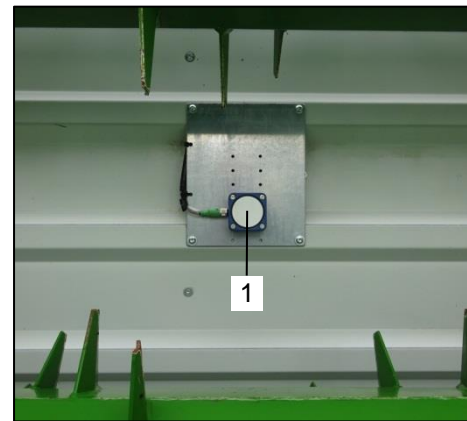

Bild 102: Laderaum Sensor hinten
Mit Hilfe der Befüllautomatik wird der Transportboden automatisch bei Erreichen einer definierten Materialhöhe im Laderaum betätigt. Hierbei wird die Bewegung der Befüllhaube (Bild 102 / Pos.1) durch einen Sensor (Bild 102 / Pos.2) registriert.
Der Sensor (Bild 102 / Pos.2) an der Stirnwall (Bild 102 / Pos.1) wird bei Ruhestellung eingestellt. Die Stirnwall (Bild 102 / Pos.1) ist hierbei nicht angehoben.
- Lösen Sie am Sensor (Bild 102 / Pos.2) die Mutter (Bild 102 / Pos.3).
- Spricht die Befüllautomatik beim Beladen zu schnell an, platzieren Sie den Sensor (Bild 102 / Pos.2) näher in Richtung Befüllhaube (Bild 102 / Pos.1).
Soll die Befüllautomatik beim Beladen früher ansprechen, platzieren Sie den Sensor (Bild 102 / Pos.2) weiter von der Befüllhaube (Bild 102 / Pos.1) weg. Beachten Sie, dass die Diode hierbei noch nicht leuchten darf, da sonst die Befüllautomatik sofort betätigt wird.
- Halten Sie den Sensor (Bild 102 / Pos.2) in dieser Position und ziehen Sie die Mutter (Bild 102 / Pos.3) unter Berücksichtigung des maximalen Anzugsmoments wieder an.